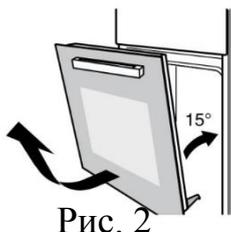

Рис. 2
2. Закройте дверцу примерно на 15 градусов, затем поднимите ее и аккуратно вытащите из духового шкафа. (Рис. 2)